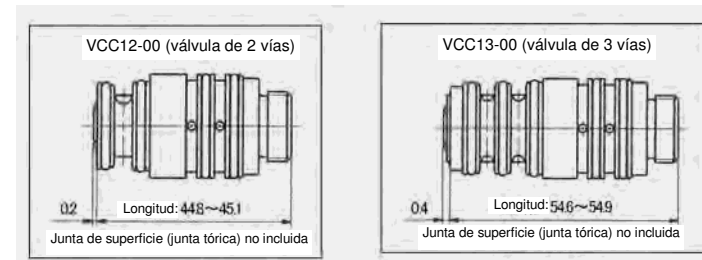

Figura 14
- Ajuste la longitud total de la válvula como se muestra en la Figura 14. Como referencia, el par de apriete es de 1 a 2 Nm para la válvula de 2 vías y de 0.5 a 1 Nm para la válvula de 3 vías. Un apriete en exceso puede dañar la rosca.